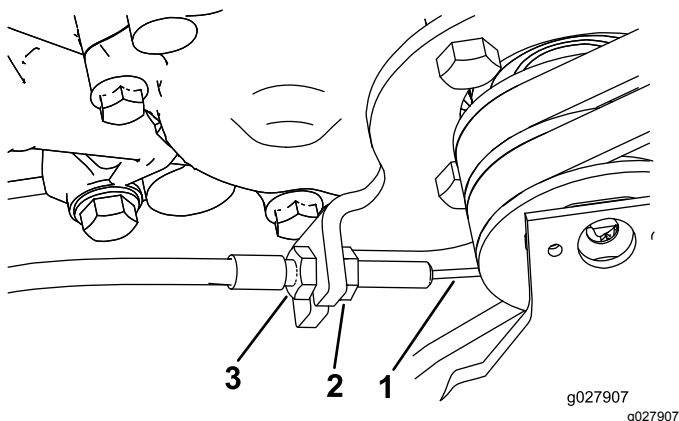

Figura 44
3. Para eliminar la holgura del control de tracción, afloje la contratuerca delantera del cable y apriete la contratuerca trasera (**Figura 44**) hasta que haya eliminado toda la holgura.